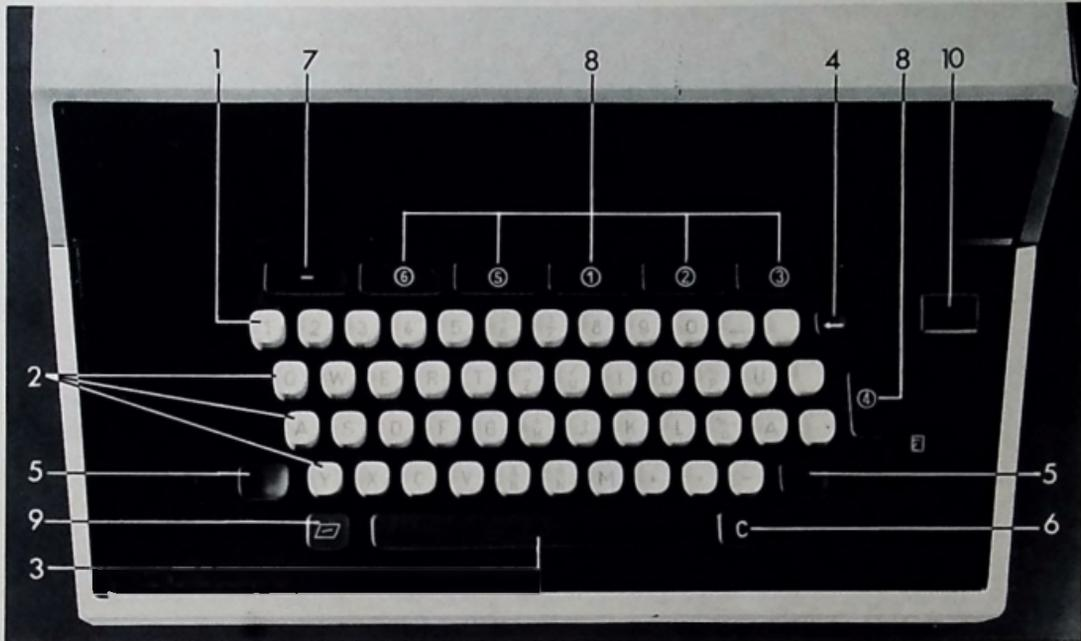

Abb. 5
2.3 Bedientastatur Abb. 5
- Leuchtet die grüne Signallampe (10) Abb. 5 im Tastenfeld der Bedienertastatur, so ist die Maschine betriebsbereit.